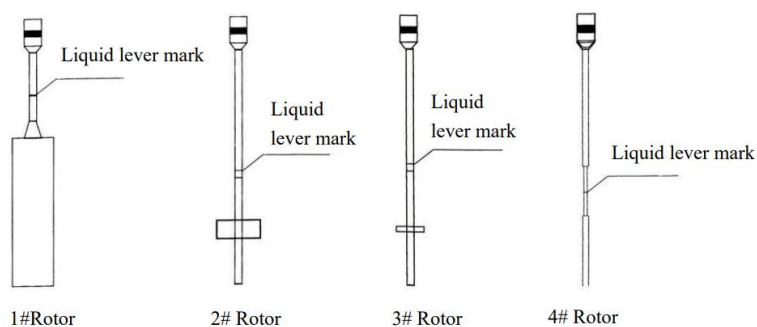

Figure 5
7. Jeu de rotors n°1 à n°4 (voir Figure 5)
- Tourner lentement la molette de levage pour immerger le rotor dans le liquide jusqu'au repère indiqué sur la figure 5 (centre de la rainure).